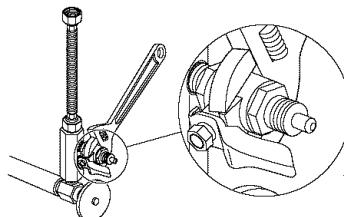

Fig. 3a
1. Remueva la válvula de entrada (F) del adaptador (C) usando una llave ajustable en el cuerpo de la válvula. Ver Fig. 3a para detalles. **NO USE LA LLAVE EN EL EXTREMO DE LA TUERCA HEXAGONAL PORQUE PODRÍAN OCURRIR FUGAS.**
5. Apriete con los dedos la válvula de entrada (F) en el adaptador (C), entonces termine apretando con una llave ajustable (ver Fig. 3a). **NO USE LA LLAVE EN EL EXTREMO DE LA TUERCA HEXAGONAL PORQUE PODRÍAN OCURRIR FUGAS.**